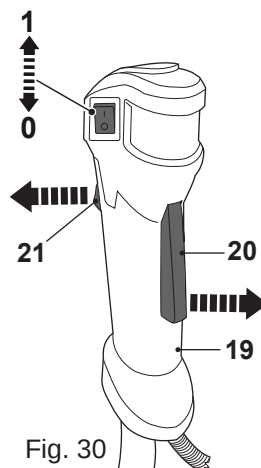

Fig. 30
- > Relâchez le blocage de la gâchette [20] et l'accélérateur [21], puis laissez l'appareil tourner à vide pendant 10 à 15 secondes (Fig. 30).